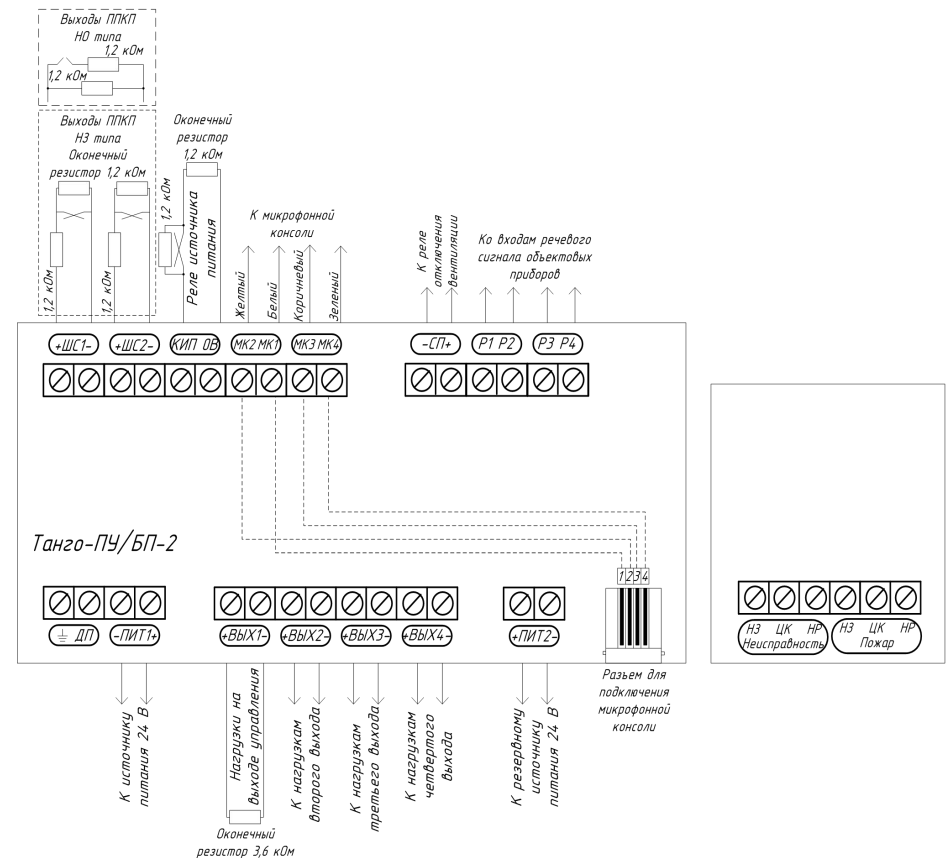

Рисунок 14
- Подключите микрофонную консоль. Для соединения используйте четырехжильный провод, входящий в комплект поставки «Танго-МК2». Со стороны прибора управления провод подключается к клеммным разъемам: МК1 (белый), МК2 (желтый), МК3 (коричневый), МК4 (зеленый) (рис.14).